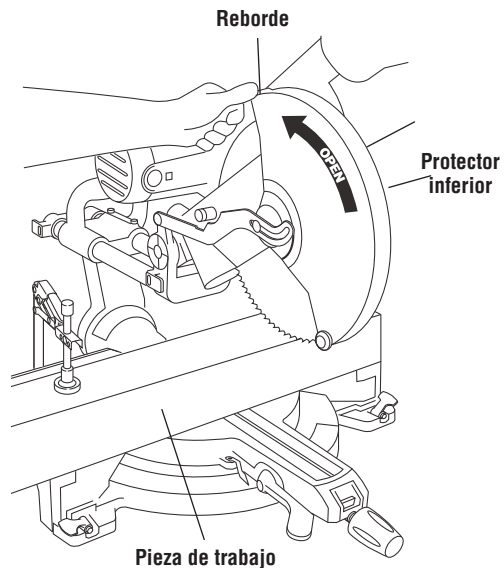

Figura 20. Subida del protector inferior
- La pieza de trabajo debe sujetarse firmemente con abrazaderas. Esto deja libre una mano para subir el protector por el reborde justo lo suficiente para que no toque la pieza de trabajo (Figura 20).